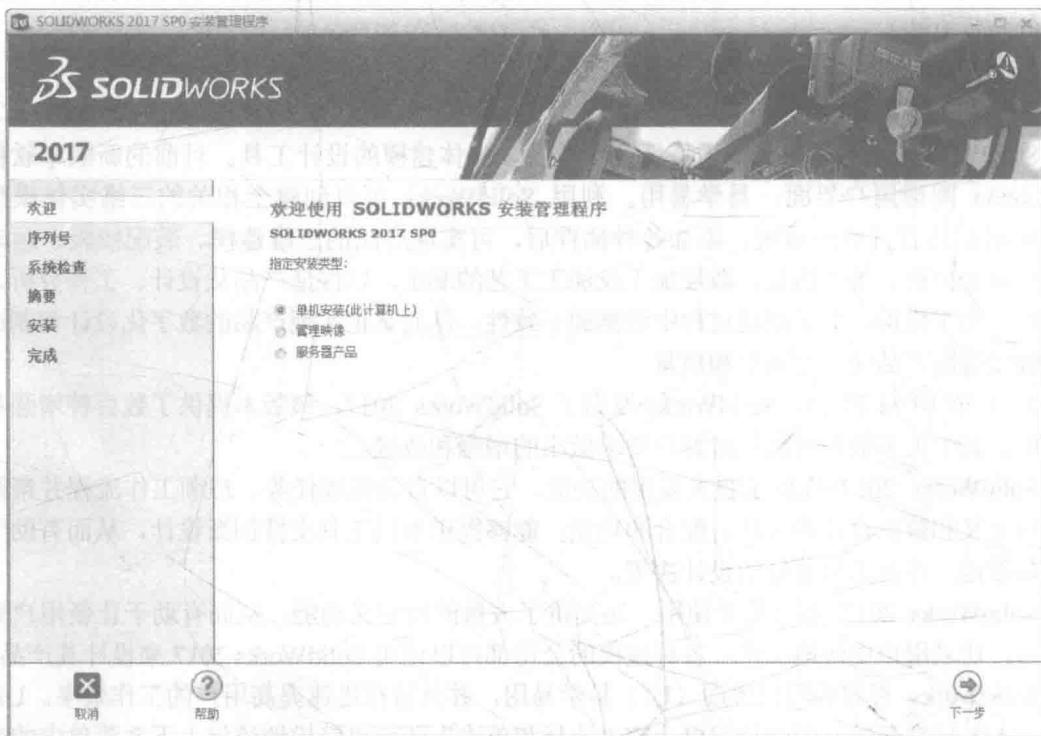

图 1-1 开始安装“欢迎”界面
① 打开导入虚拟光驱的镜像文件或者将软件包解压缩后，双击 setup.exe 安装程序，进入“欢迎”界面，如图 1-1 所示。